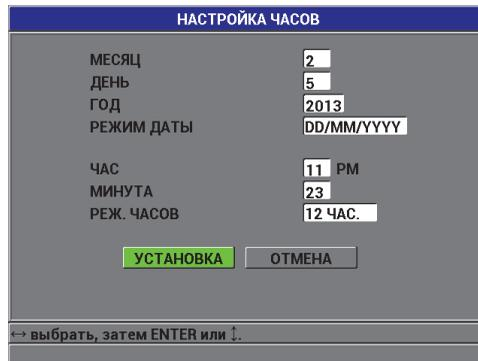

Рис. 3-3 Экран НАСТРОЙКА ЧАСОВ
3. В окне **НАСТРОЙКА ЧАСОВ** (см. Рис. 3-3 на стр. 64):